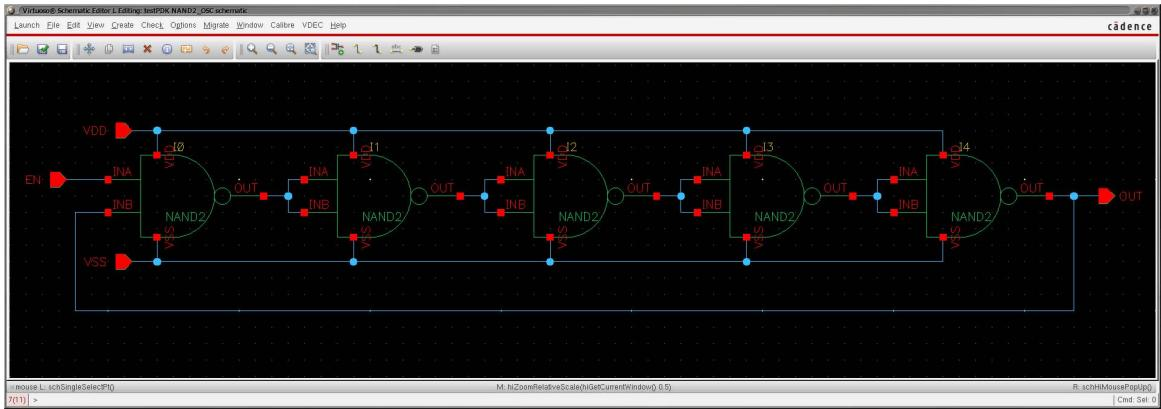

図 63: 2 入力 NAND 回路を使用した 5 段リングオシレータ
2. 起動する回路図エディタ上で、“i”キーとして、Add Instance ウィンドウを開き、Browse ボタンを押して testPDK ライブラリの NAND2 の symbol を選択し、回路図上に配置する。同操作を繰り返し、各 NAND 回路を接続して、図 63 に示すような回路図を作成する。